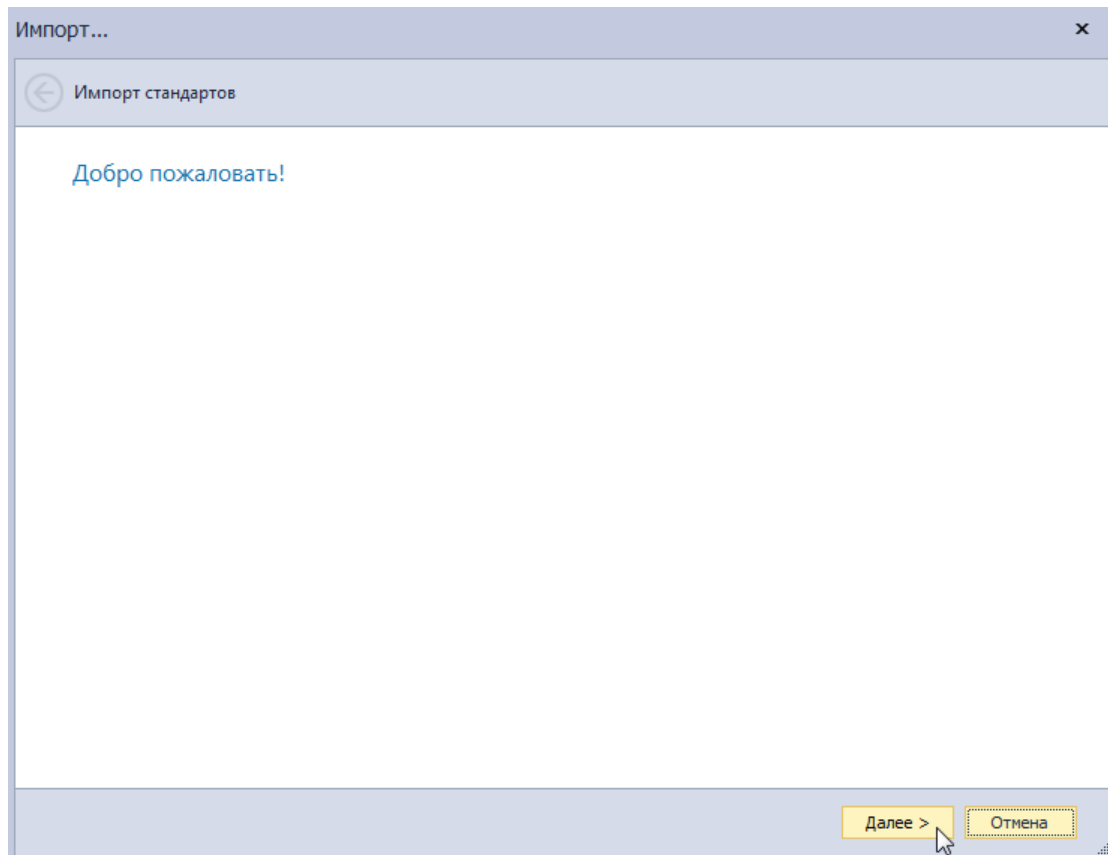

Рис. 16 Окно начала импорта
2. В открывшемся окне нажмите «Далее», Рис. 16.